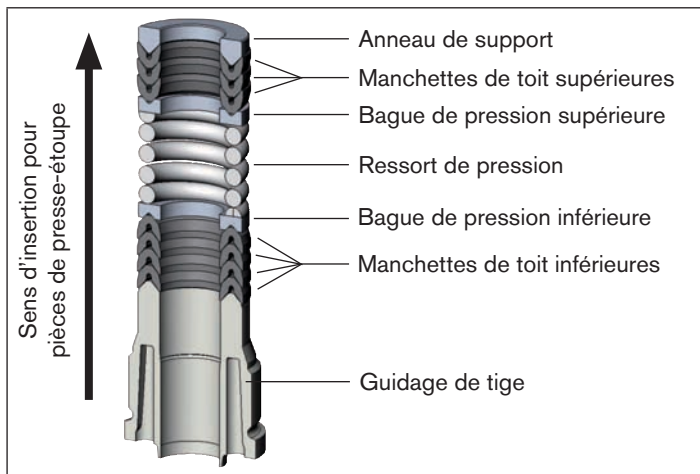

Fig. 24 : Jeu de joints du presse-étoupe
- Positionner les pièces détachées dans le sens et l'ordre indiqués sur la tige (comme cela est représenté sur la « Fig. 24 : Jeu de joints du presse-étoupe »).